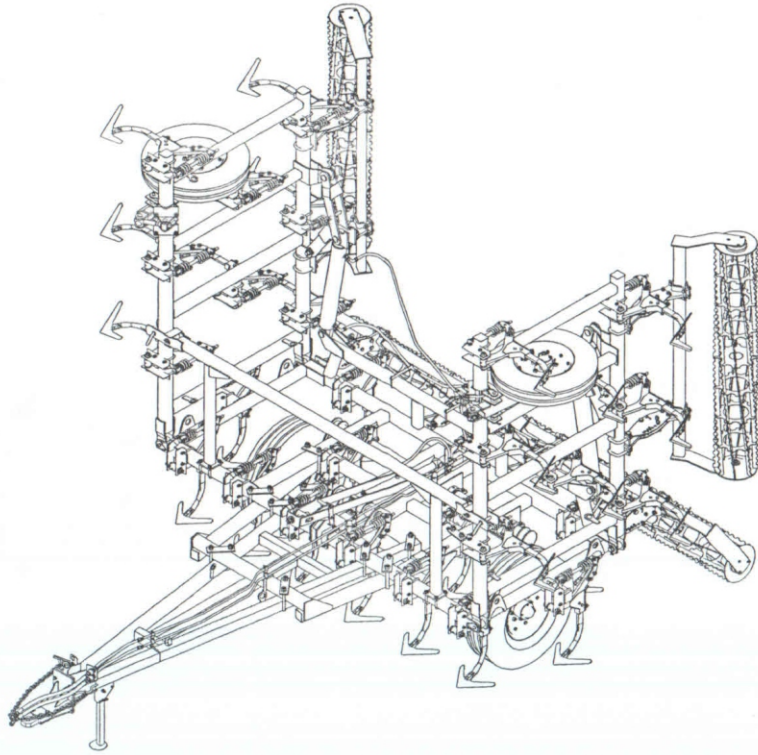
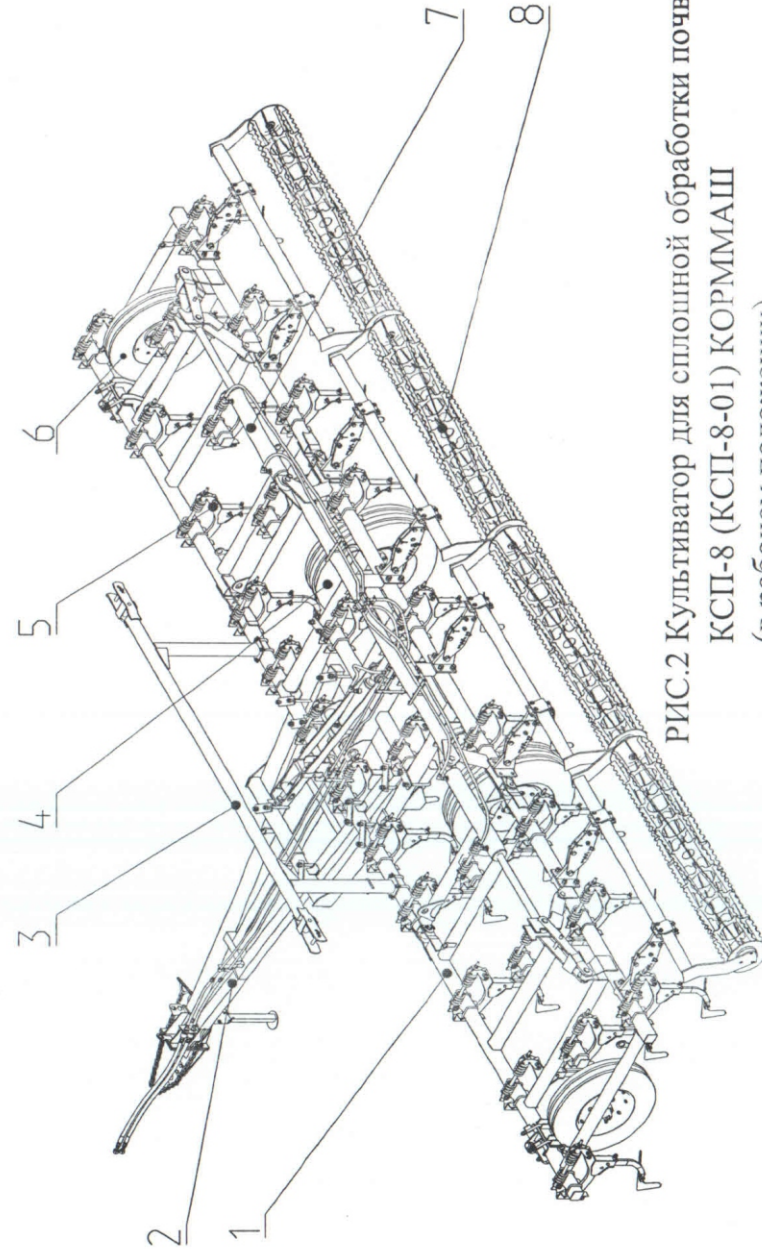

Рис.1 Культиватор для сплошной обработки почвы
РИС.2 Культиватор для сплошной обработки почвы
2.1 Культиватор (Рис.1,2,3) представляет широко-захватную прицепную машину с шарнирно-секционной рамой 1 (Рис.2), с трехрядным расположением рабочих органов 5.